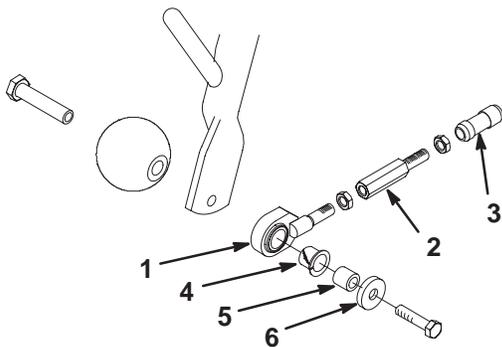

Bild 7
1. Befestigen Sie eine Antiskalpierrolle und ein Ziehverbindungsteil mit einer Rollenwelle, einem Distanzstück, einer Scheibe und einer Schraube außen an jedem vorderen Rahmenträger (Bild 7). Stellen Sie sicher, dass sich die Nylonbundbüchse im Ziehverbindungsteil befindet.